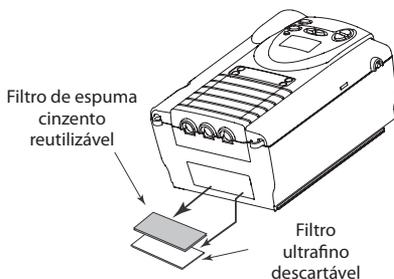

Figura 9-2 Remoção dos filtros de ar
3. Retire os filtros da caixa, como mostrado na Figura 9-2. O filtro superior é o filtro de espuma cinzento reutilizável. O filtro inferior é o filtro ultrafino descartável.